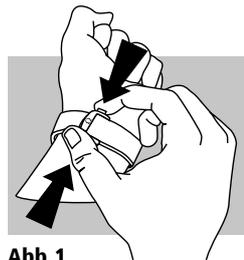

Abb. 1
**Öffnen (Abb. 1):** Betätigen Sie die beiden Drücker an den Seiten der Faltschließe und ziehen Sie diese nach oben.
**Öffnen (Abb. 1):** Zum Öffnen der Schließe betätigen Sie die 2 Drücker, die sich zu beiden Seiten der OMEGA-Schließe befinden, und ziehen Sie die Schließe nach oben.
**Schließen:** Legen Sie Ihre OMEGA-Uhr ans Handgelenk und drücken Sie das Ende ①, das sich bei 12 Uhr befindet, nach unten. Führen Sie das Ende des Bandes ②, das sich bei 6 Uhr befindet, durch die Lederschleufe und drücken Sie anschließend das Ende bei 6 Uhr nach unten, bis Sie ein Klicken hören.